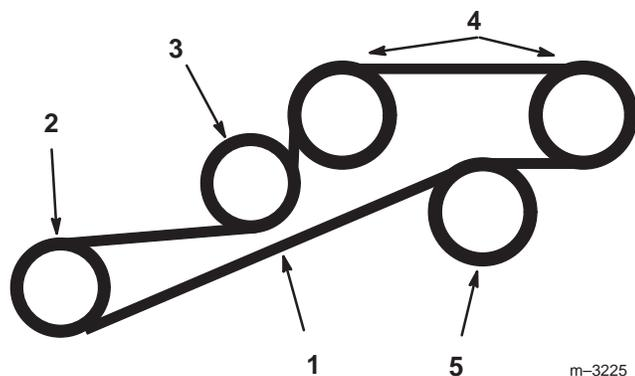

Figure 87
2. Abaissez la poulie de tension rappelée par ressort et enlevez la courroie des poulies motrice, de renvoi fixe et de pompes hydrauliques (Fig. 87). Enlevez la courroie en la faisant passer au-dessus de l'embrayage.
3. Installez la courroie neuve par-dessus l'embrayage et autour des poulies motrice, de renvoi fixe et de pompes hydrauliques (Fig. 87).
4. Abaissez la poulie de tension rappelée par ressort, placez-la dans l'alignement sous la courroie des pompes hydrauliques, puis relâchez-la (Fig. 87).